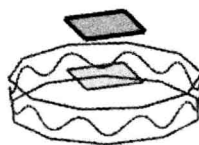
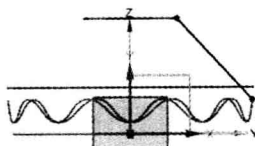
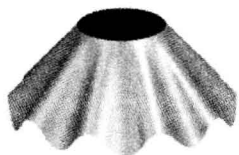

图 1.2.4 基准平面 1
图 1.2.6 草图 2
图 1.2.7 扫掠特征 1
Step5. 创建图 1.2.4 所示的基准平面 1。选择下拉菜单 **插入(S) → 基准/点(D) → 基准平面(P)...** 命令，系统弹出“基准平面”对话框。在 **类型** 区域的下拉列表框中选择 **按某一距离** 选项，在绘图区选取 XY 基准平面，输入偏移值 50。单击 **<确定>** 按钮，完成基准平面 1 的创作。
Step7. 创建图 1.2.6 所示的草图 2。选择下拉菜单 **插入(S) → 在任务环境中绘制草图(V)** 命令；选取 YZ 基准平面为草图平面；进入草图环境绘制草图。绘制完成后单击 **完成草图** 按钮，完成草图 2 的创作。
Step8. 创建图 1.2.7 所示的扫掠特征 1。选择下拉菜单 **插入(S) → 扫掠(S) → 扫掠(S)...** 命令，在绘图区选取图 1.2.6 所示的草图 2 为扫掠的截面曲线串，选取图 1.2.4